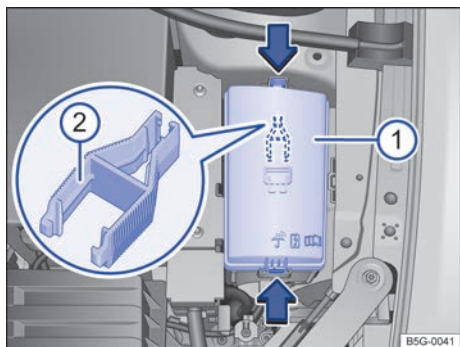

Fig. 196 En el vano motor: cubierta ① de la caja de fusibles con pinzas de plástico ②.
- Para desbloquear la cubierta de la caja de fusibles, presione las teclas de bloqueo en el sentido que indican las flechas → fig. 196 ①.